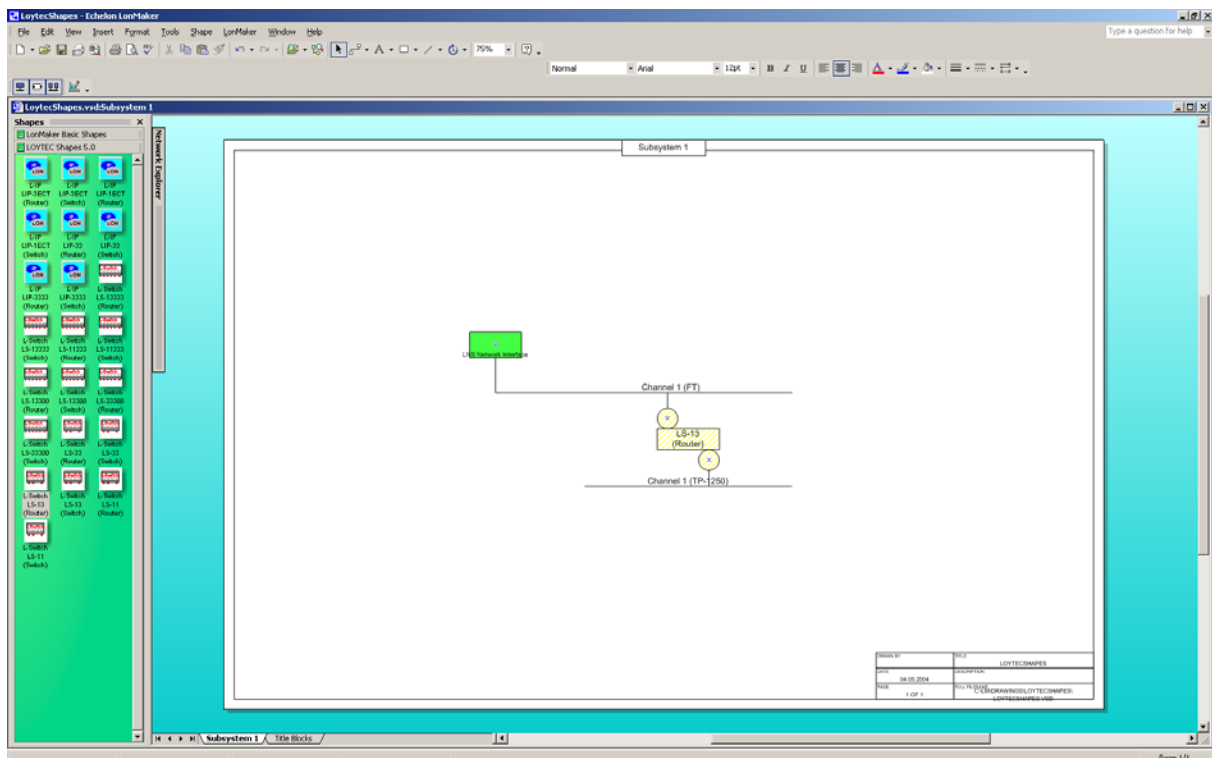

Abbildung 10: Der L-Switch erscheint in dem LonMaker-Drawing
3. Der L-Switch erscheint in Ihrem LonMaker-Drawing wie in Abbildung 10 dargestellt.